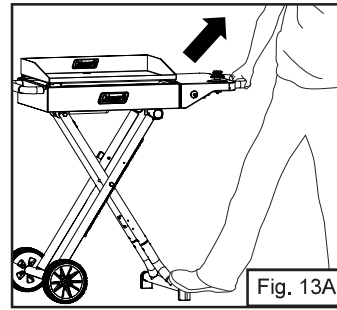
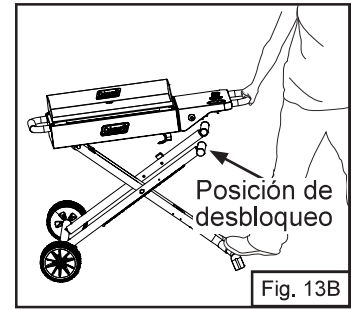
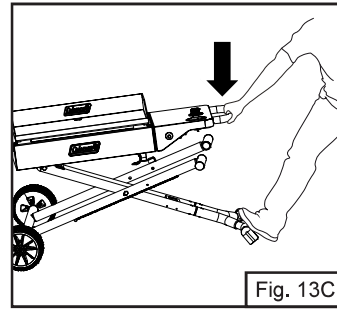

Fig. 13A
Fig. 13B
Fig. 13C
1. Coloque un pie en el asa de remolque, agarre el asa de transporte y levántela hacia usted (Fig. 13A). Ahora las patas están desbloqueadas de los soportes en forma de gancho rojo situados bajo el aparato (Fig. 13B). Deje que el aparato baje (Fig. 13C). Las ruedas rotarán en sentido contrario a usted. Ahora está en la posición plegada o colapsada. Empuje suavemente el asa de transporte para que las patas queden bien aseguradas. Ahora podrá agarrar el asa de transporte y poner el aparato parado.